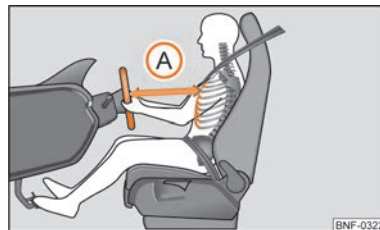

Bild 78 Säkert avstånd från ratten
- Det är viktigt för förare och passagerare att hålla ett avstånd på minst 25 cm till ratten resp instrumentbrädan ⇒ bild 78 A. Om detta minsta avstånd inte hålls kan airbagsystemet inte skydda - livsfara! Dessutom måste framsätena alltid vara riktigt inställda efter kroppsstorleken.